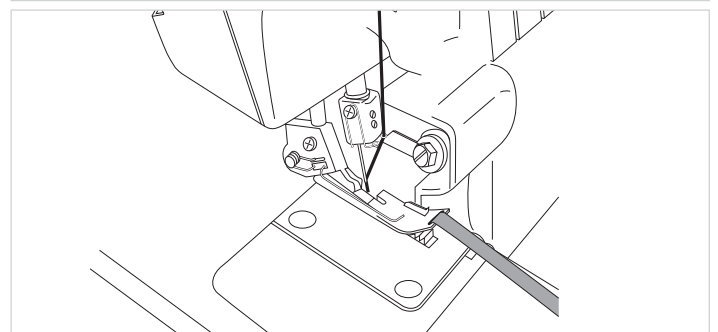

Abb.106
3. Ziehen Sie die Kordeleinlage (Garn oder Körperband) durch den Schlitz im vorderen Bereich des Nähfußes **21** (Abb. 106).